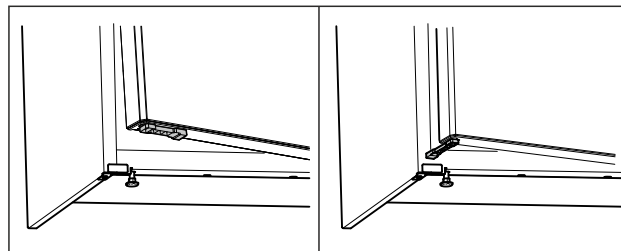

Fig. 67 *
- ▶ Завъртете ограничителя за отваряне на вратата на 90°. (виж Fig. 67) *